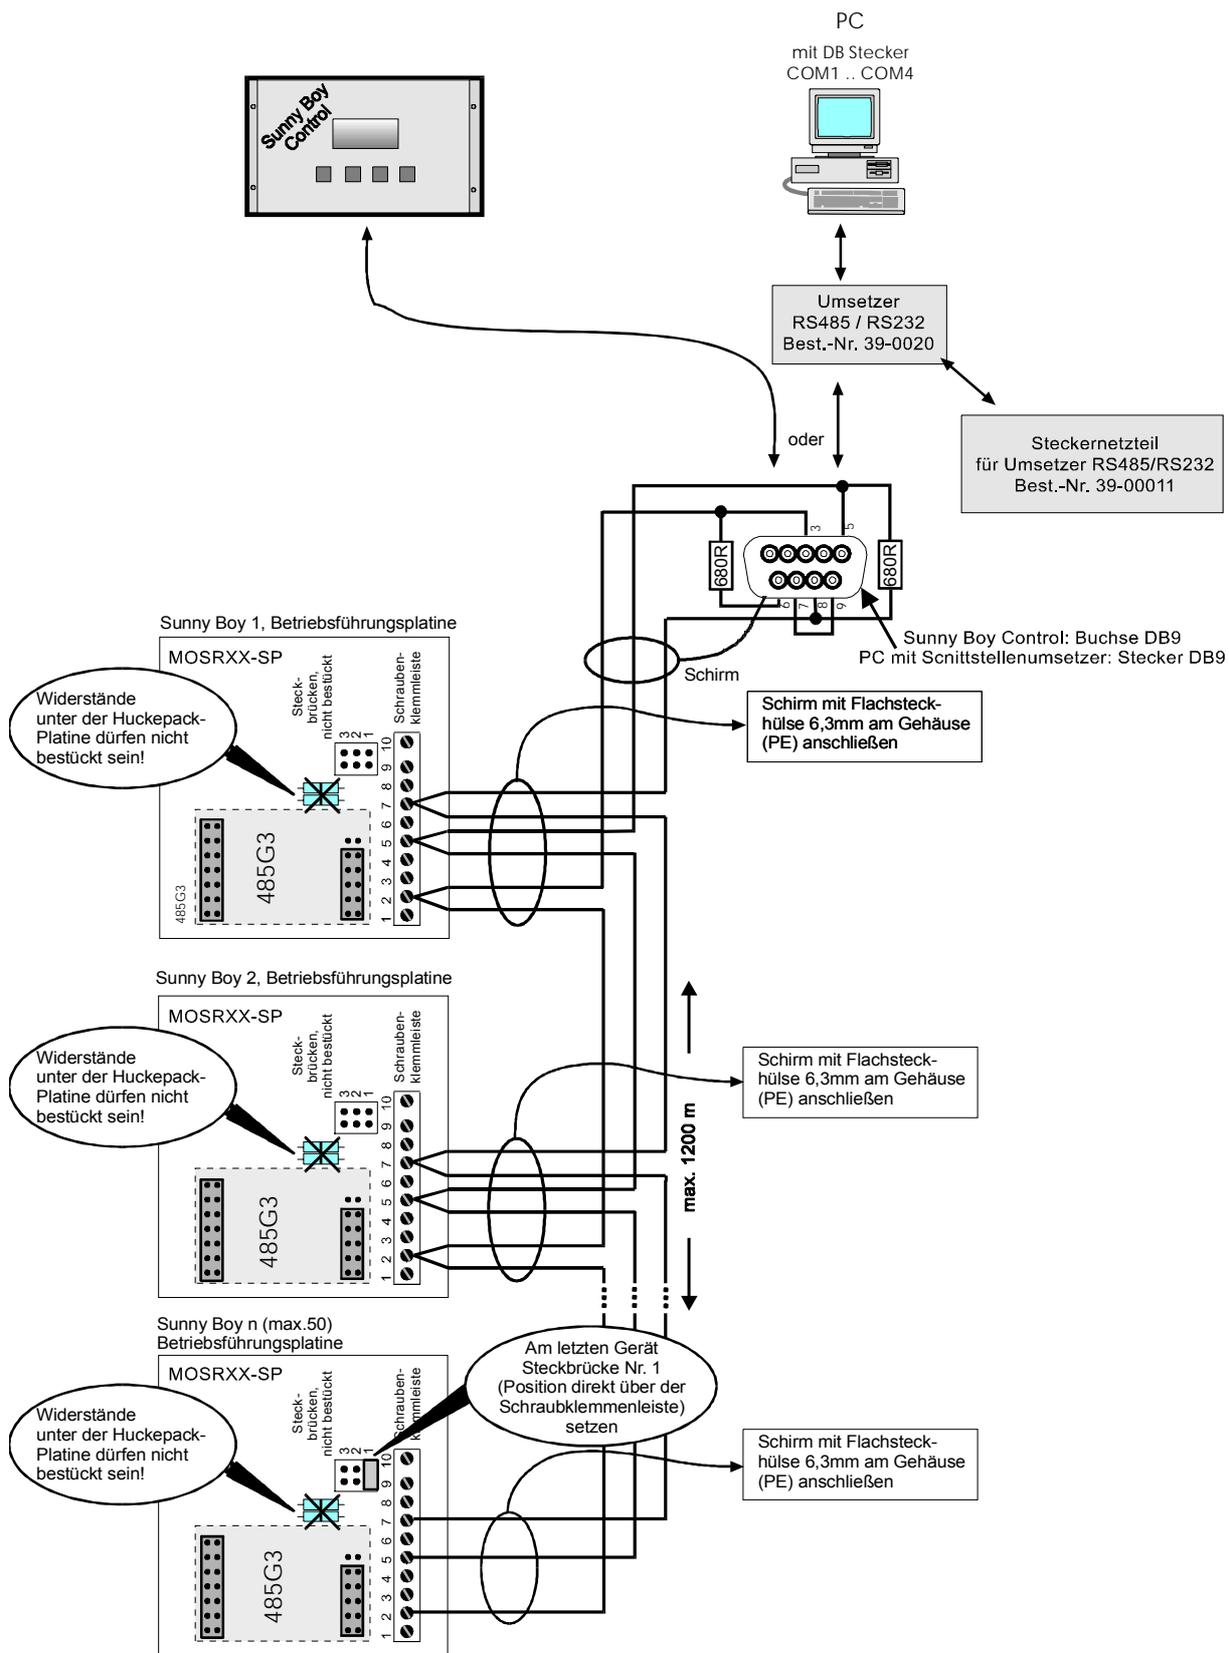

Abbildung 6.5: Betriebsführungsplatine Sunny Boy mit angeschlossener RS485-Verkabelung
- Die hellblauen Drahtbrücken (Widerstände in Abb. 6.5) auf der Betriebsführungsplatine sind **nicht** bestückt.
- Am **letzten** *Sunny Boy*, in der Verkabelung vom PC oder *Sunny Boy Control* aus gesehen, wird ein Leitungs-Abschlußwiderstand durch die beigepackte Steckbrücke (Nr. 1, Steckbrücke direkt über der Klemmenleiste) zugeschaltet (siehe Abb. 6.5).
- Zwei Leitungs-Abschlußwiderstände zu je 680 Ohm sind direkt an die DB9-Verbindung am Anfang der Datenleitung einzufügen. Sie werden an Pin 3 und 6 sowie an Pin 5 und 8 gelötet (siehe Abbildung 6.5).
- RS485-Verbindungskabel LIYCY, 0,25 mm², 2x2 Adern paarweise verdreht, mit Gesamtabschirmung und maximaler Länge von 1200 m anschließen. Der Schirm sollte beidseitig am Gehäuse mit Erde (PE) verbunden sein.